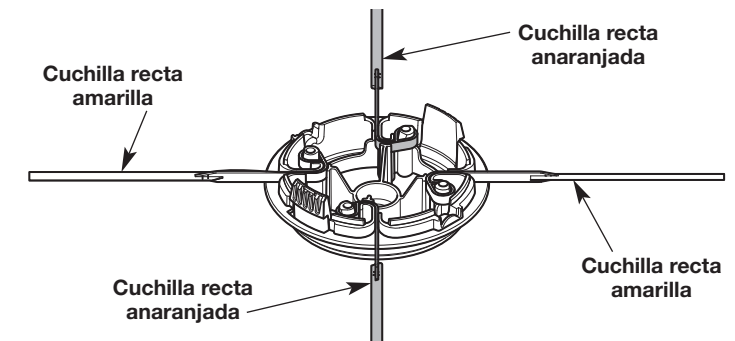

Fig. 28
- Repita el paso 5 hasta que queden instaladas las cuatro cuchillas rectas (dos amarillas y dos anaranjadas). Alterne siempre entre cuchillas rectas amarillas y anaranjadas (Fig. 28). No instale dos cuchillas rectas del mismo color una junto a otra.